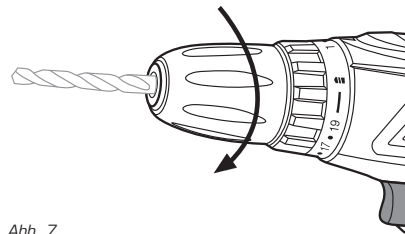

Abb. 7
3. Drehen Sie das Bohrfutter (2) wie gezeigt, um die Werkzeugaufnahme (1) zu schließen und den Bohrer zu sichern (Abb. 7).